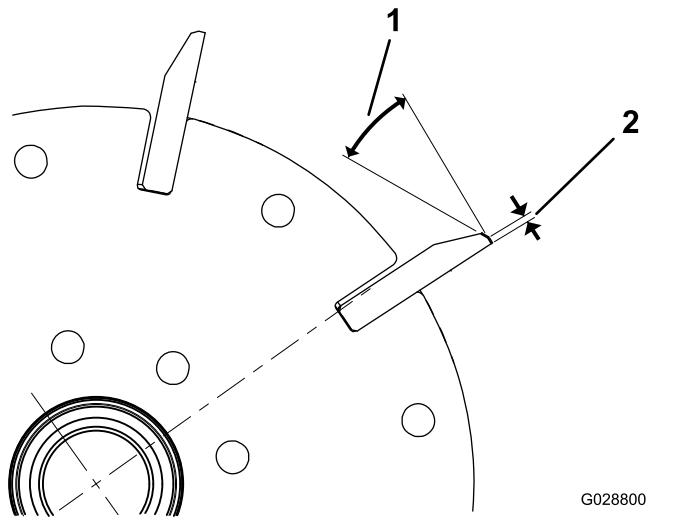

Figura 23
1. Aplique uma amolação de 30° em todas as lâminas do cilindro até a largura ser 1,3 mm (Figura 23).